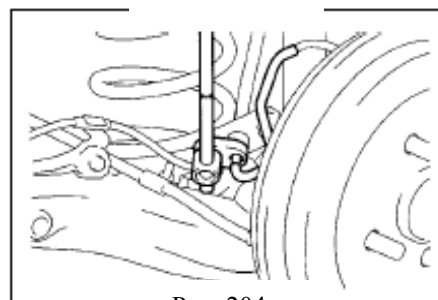

Рис. 204
4. Демонтируйте клапан ограничения давления и правую заднюю тормозную трубку(рис. 204)